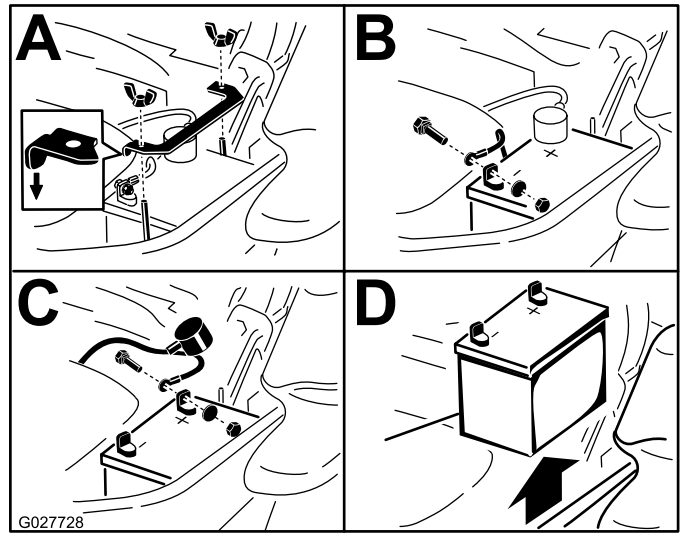

Figura 63
3. Retire la batería según se muestra en Figura 63.